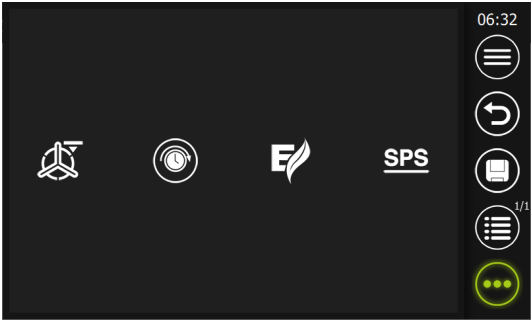

Abb. 18: Bildschirm *Manuelles Kochen* – Auswahl Zusatzfunktionen
- Der Anwender kann nur die aktuelle Programm-Nummer (z. B. 15) überschreiben, wenn er das Speichern fortsetzen möchte (Abb. 18).